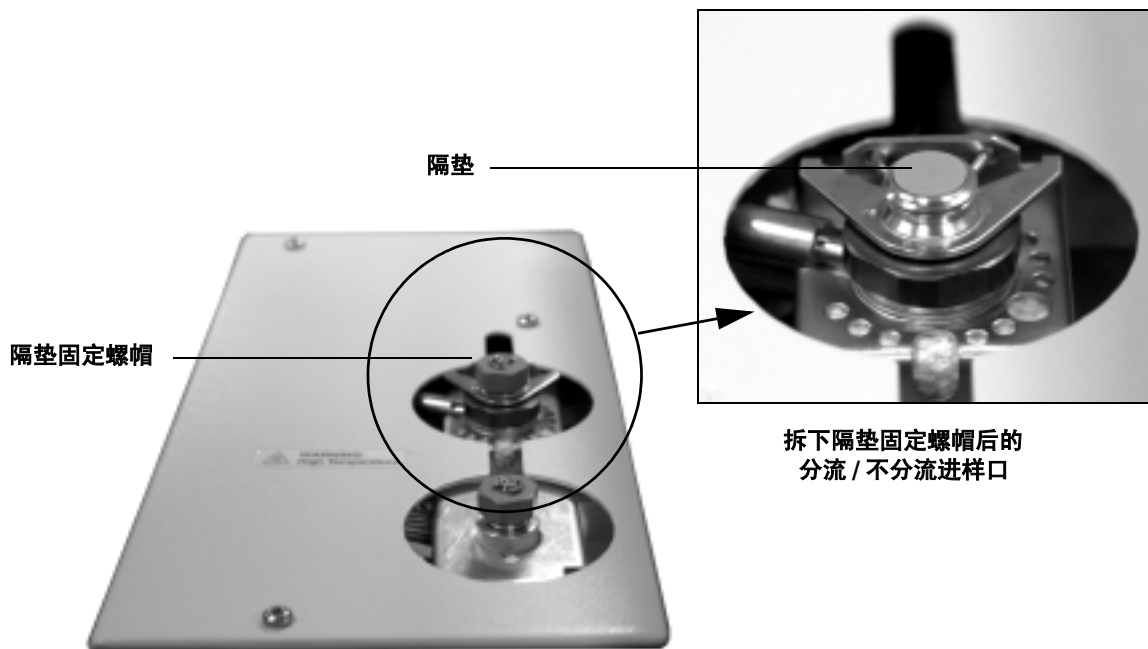

图 64 更换分流 / 不分流进样口的隔垫
- 1 关闭载气流量，将柱头压降低至零。松开并取下隔垫的固定螺帽（见图 64）。取下并丢弃旧隔垫。